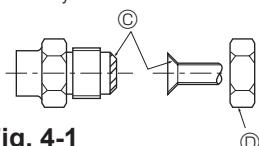

Fig. 4-1
Ⓐ (Fig. 4-1)
Ⓑ (Fig. 4-1)
4.2. Łączanie rur (Fig. 4-1)